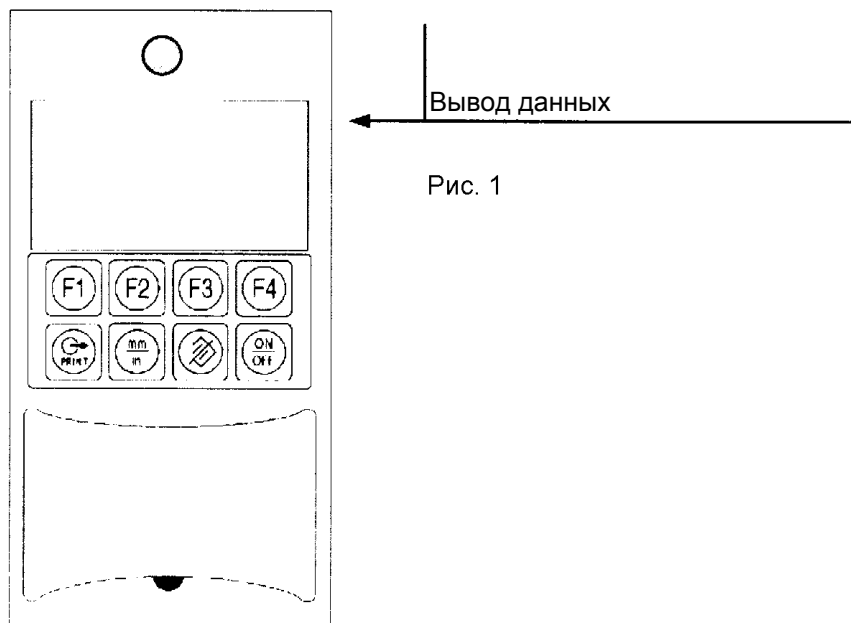

Рис. 1
- Выключить прибор и снять крышку батарейного отсека (рисунок 1).
Вывод данных прибором осуществляется оптопроводниковым соединением, что позволяет избавиться от проблем с электрическими контактами (рисунок 1)